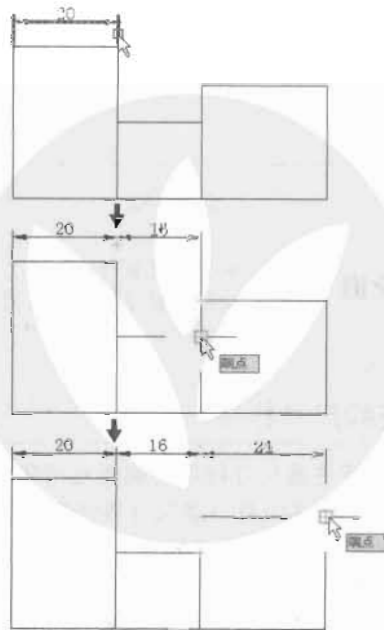

图 10-68
(2) 执行“标注>连续”菜单命令, 然后根据命令提示进行连续标注, 如图 10-68 所示, 命令执行过程如下。